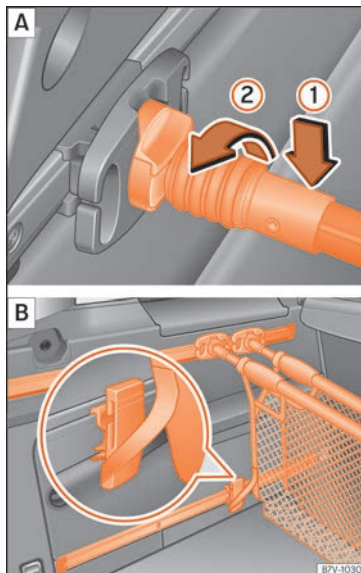

Fig. 174 Agganciare la rete per bagagli A e utilizzarla come borsa B.
Posizionare in alto la barra di sostegno sul supporto per la rete dei bagagli » **fig. 174** ① e ruotarla di 90° a sinistra ②. La tacca rossa
- Agganciare la cinghia di fissaggio della rete per bagagli sotto uno degli elementi di fissaggio mobili » » » fig. 174 B.